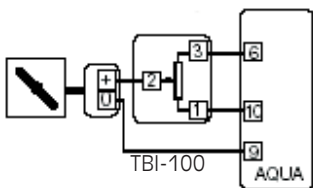

FIG. 6
- FIG. 6: Minimalbegrenzung des Ausgangssignales mittels Minimalpoti TBI-100